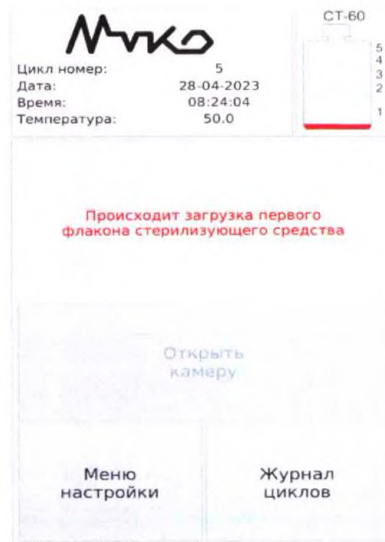

Рисунок 33
15.3.8 После закрытия дверцы на экране появится сообщение **«Происходит загрузка первого флакона стерилизующего средства»** (Рисунок 33). Это означает, что система распознавания флакона идентифицировала, что флакон пригоден для использования.
15.3.9 После окончания загрузки 1-го флакона стерилизующего средства с экрана исчезнет надпись: «Происходит загрузка первого флакона стерилизующего средства» (Рисунок 33), при этом 1-й уровень индикатора окрасится в зеленый цвет и экран перейдет к виду. (Рисунок 34)